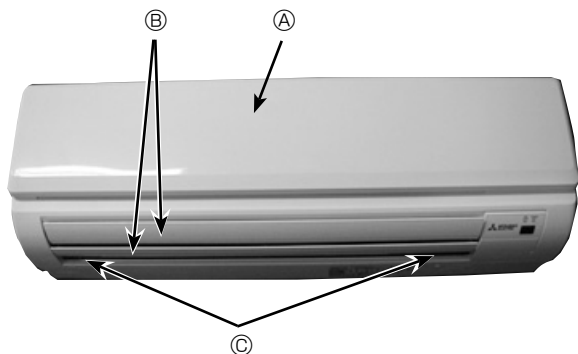

Fig. 6-2
- Retirer les capuchons de vis du panneau. Retirer les vis. (Fig. 6-2)
- ① Panneau frontal
- ② Volet
- ③ Capuchons de vis